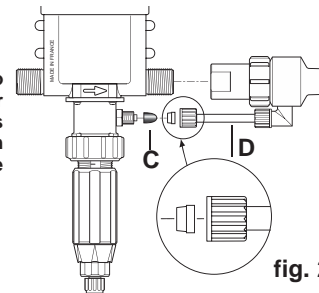

fig. 2
Para os modelos de Injeção Externa (IE) que permitem trabalhar com determinados concentrados corrosivos, o Dosatron também vem equipado com uma vara de injeção externa (Fig. 2-D).
**ATENÇÃO!** Deixar o filtro a cerca de 10 cm [4"] do fundo do recipiente contendo a solução de modo a evitar a aspiração de partículas não solúveis que podem danificar o corpo doseador (Fig. 2).